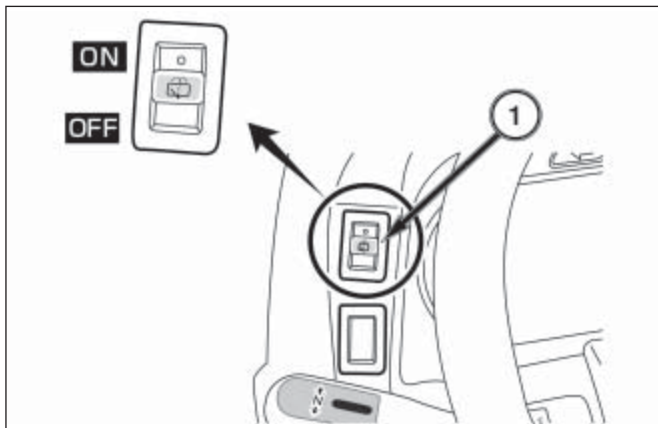

FIG. 5-106
FIGS. 5-106,107: Pour actionner l'essuie-glace (1), basculez le haut de l'interrupteur sur On. Pour actionner le lave-glace, appuyez plus fort sur l'interrupteur d'essuie-glace.